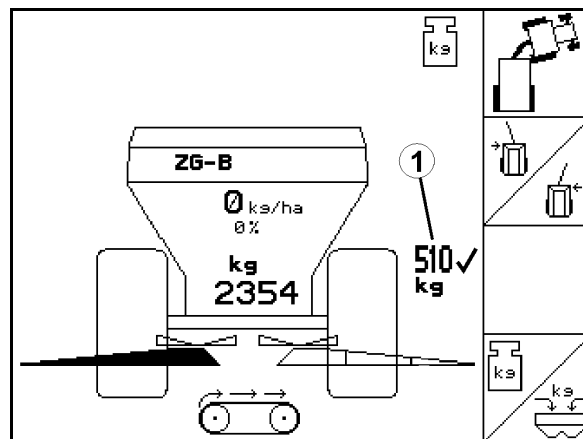

Рис. 37
- В рабочем меню отображается внесённое количество (Рис. 37/1).